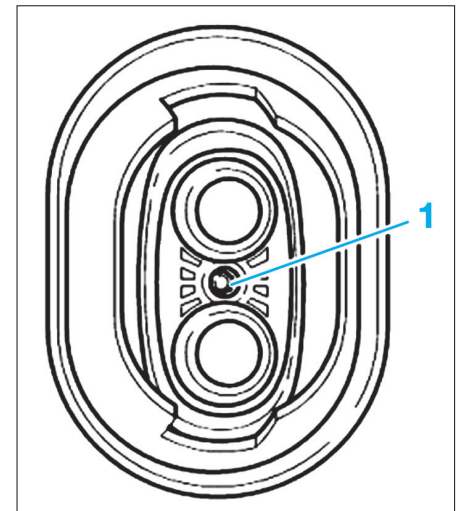

Fig. 13
- Déposer la vis (1) (Fig.13).